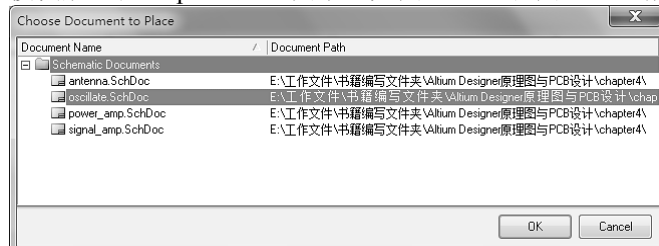
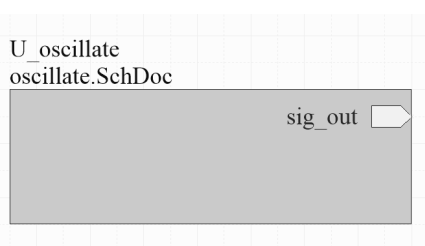

图 5-2-17 选择“oscillate.SchDoc”文件生成 oscillate 模块
图 5-2-18 生成的 oscillate 模块
(1) 首先绘制 oscillate、signal_amp、power_amp 和 antenna 的原理图。
(2) 在空白的 TopSch 原理图中执行菜单命令 Design → Create Sheet Symbol From Sheet or HDL，在弹出的对话框中选择“oscillate.SchDoc”文件，然后单击【OK】按钮，将生成 oscillate 模块放置在 TopSch 原理图中，如图 5-2-17 和图 5-2-18 所示。